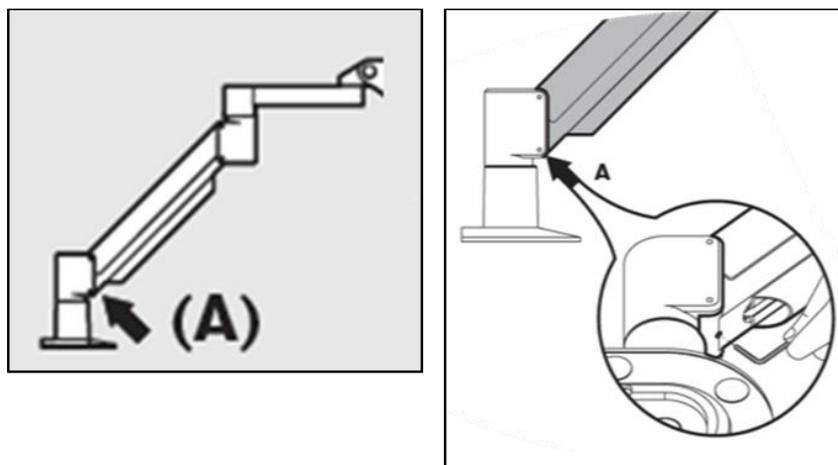

Figura 4-5. Desapertar o parafuso A de definição de contrabalanceamento
- Se o braço se **desviar para cima**, eleve-o até à posição mais elevada e desaperte o **parafuso A de definição de contrabalanceamento** rodando o parafuso pelo menos 1/2 volta. Use uma chave Allen 3/32. Consulte a Figura 4-5.
- Eleve o braço para a sua posição mais elevada e aperte o **parafuso A de definição do contrabalanceamento** até que exista contacto, depois aperte 1/2 a 3/4 de volta no máximo. Consulte a Figura 4-5.